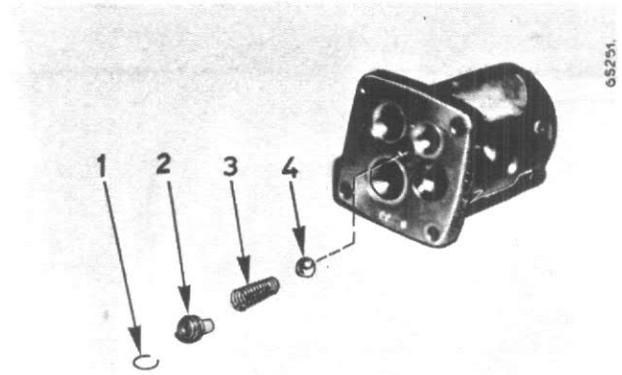

Fig. 31
Le clapet anti-retour (Fig. 31) n'est pas sujet à une usure appréciable. Il est par conséquent conseillé de laisser le clapet anti-retour en place. S'il a été démonté pour une raison quelconque, veillez à ce que l'extrémité conique du ressort (3) soit orientée vers la bille (4).
Si le fonctionnement n'est pas satisfaisant, enlevez le tiroir du distributeur (5, Fig. 31) et vérifiez-le de la manière suivante :